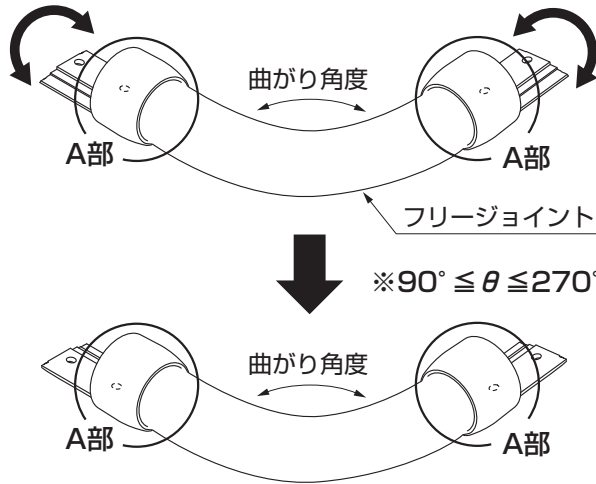

図6-1
- ①フリージョイントを曲げ伸ばしして曲がり角度をコーナー角度に合わせて調整してください。
- ②A部を回転させてコーナービームに差込める向きに調整してください。(図6-1参照)